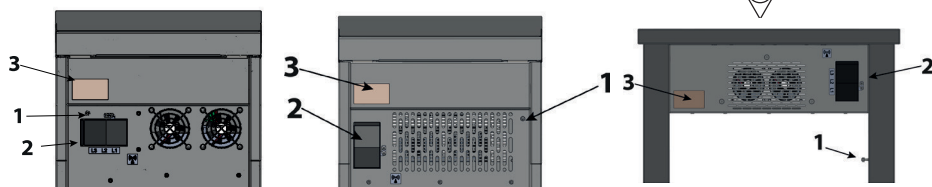

Figure 5. Vue arrière de l'appareil
- Pour raccorder l'appareil au réseau électrique, branchez le cordon d'alimentation au boîtier de jonctions situé sur la paroi arrière de l'appareil (Fig. 5, item 2). Le cordon d'alimentation muni d'une fiche N'EST PAS inclus dans le kit et doit être acquis séparément.
- Il est impératif de brancher l'appareil à une installation équipotentielle à l'aide de la vis équipotentielle située à l'arrière de l'appareil (Fig. 5, item 1). Elle porte le marquage suivant :